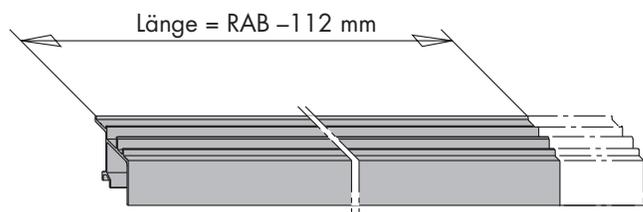

Bild 5
- Führungsschiene HH0130-01/-02 (**29**) ablängen (Bild 5).